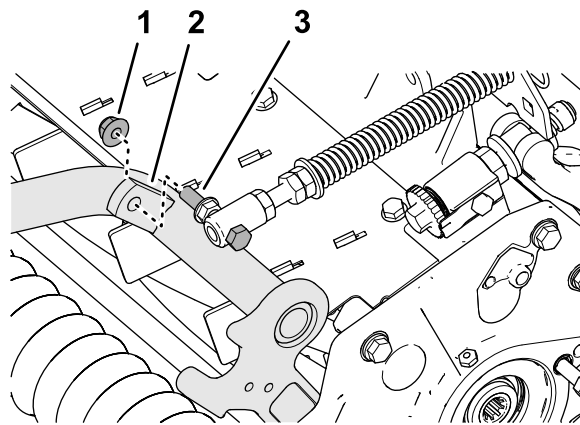

Рисунок 10
4. Установите колпачковый винт пружины компенсации состояния грунта на правый выступ несущей рамы (Рисунок 10) с помощью фланцевой контргайки ($\frac{3}{8}$ дюйма).